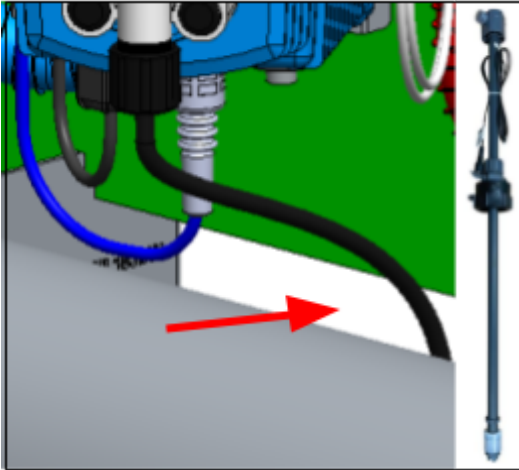

Figure 34.
- a. Faites passer le tuyau d'aspiration derrière le réservoir de mélange pour éviter les plis ou les obstructions (voir Figure 34).
- b. La figure 34 montre à la fois la protection contre la marche à sec et le tracé correct de la lance d'aspiration